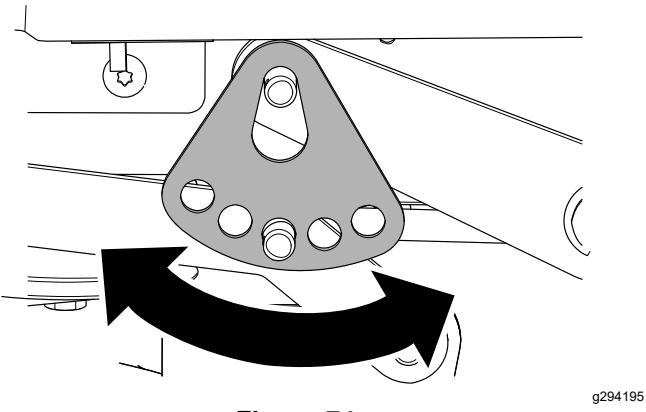

Figura 74
- 7. Ruotate la piastra dell'altezza di taglio a un foro differente, in modo tale che supporti il peso del piatto di taglio dopo l'installazione della piastra (Figura 74).
- 8. Installate la rondella e la coppiglia (Figura 74).